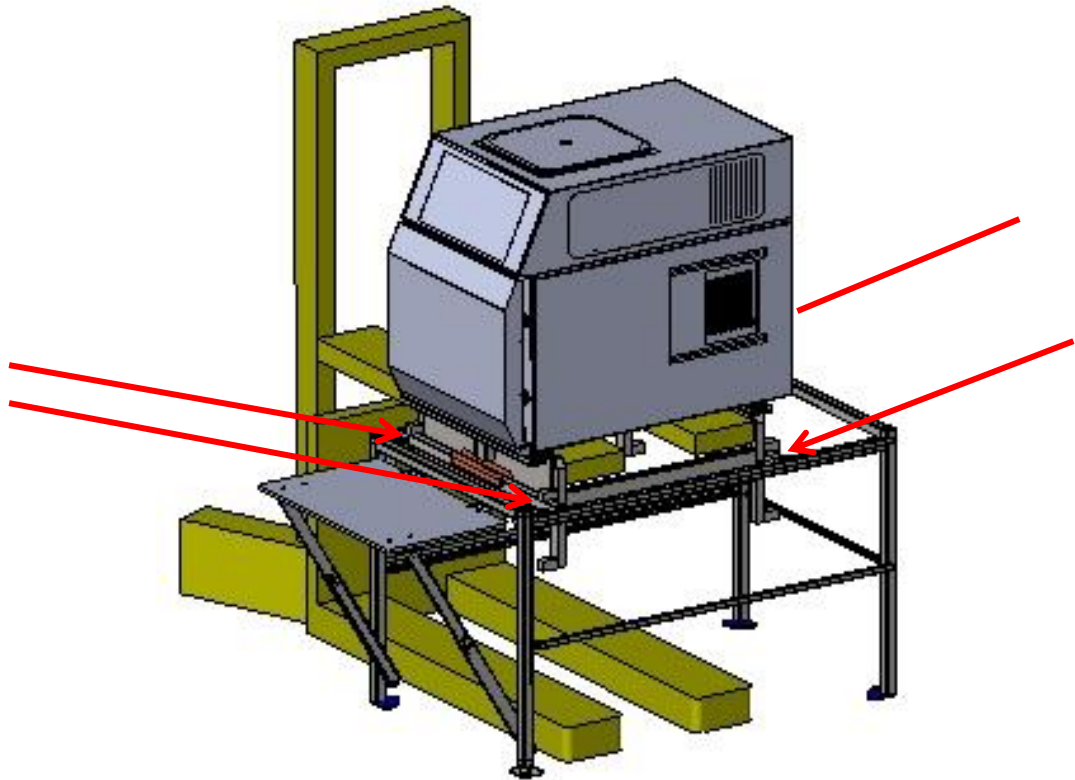

Abb. 10: Anheben des Sterilisators ohne Multifunktionspalette
- ◆ Heben Sie die Multifunktionspalette mit dem Sterilisator weiter an, so dass Sie die Traversen unter die Auflageklötze (siehe rote Pfeile in Abb. 10:) der Multifunktionspalette einsetzen können.